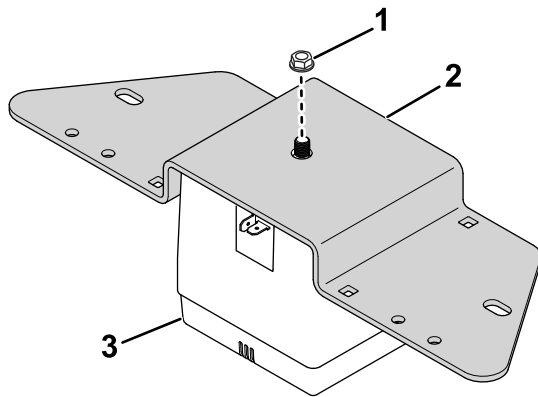

Figure 25
13. Fixez l'avertisseur sonore à son support avec l'écrou existant (Figure 25).